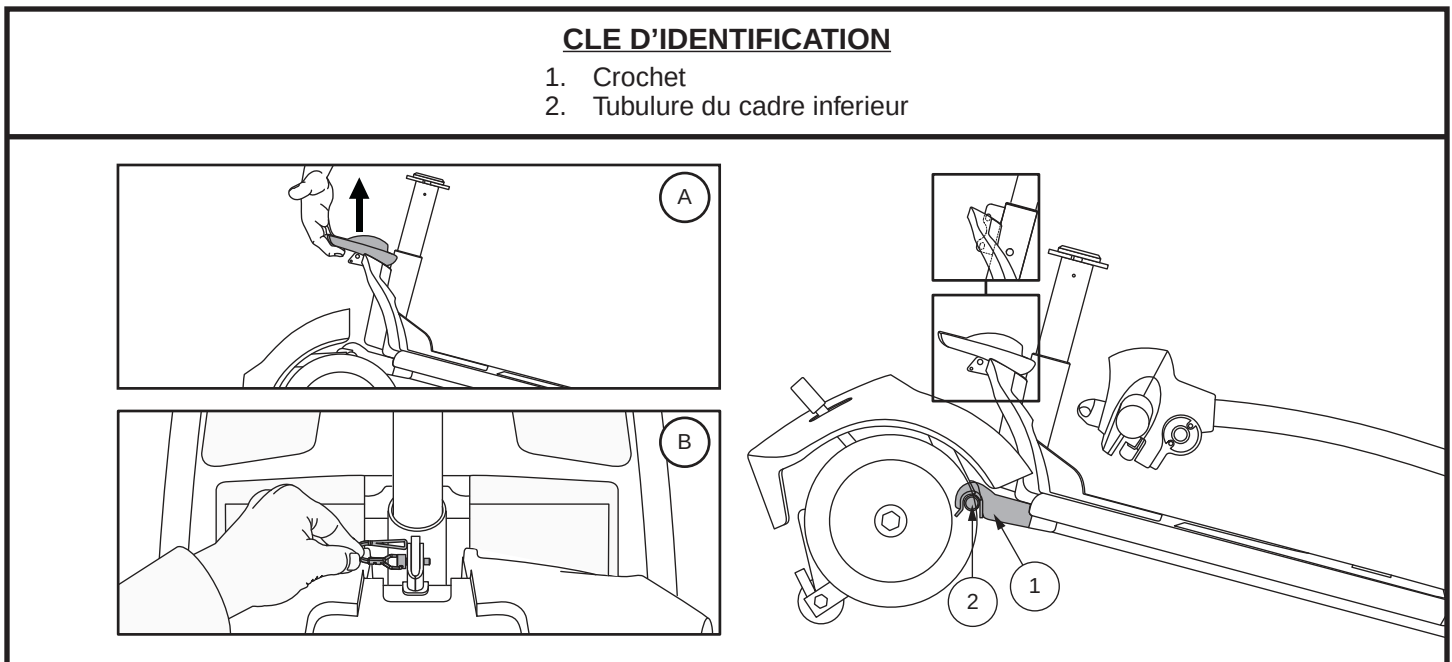

Figure 33. Levier de blocage du cadre (Style A) et Libérez la goupille de verrouillage de blocage du châssis (Style B)
4. Séparez doucement les sections du Travel Scooter. **Voir la figure 33.**
**NOTE:** Avant de débiter l'assemblage, basculez légèrement la section arrière du Travel Scooter vers ses rolettes antibasculer tel que montré dans la figure 33.
1. Soulevez la section avant par le levier de blocage (ou le mât du siège sur les modèles 36, 83, et 84) et alignez les crochets avec la tubulure de la section arrière. **Voir la figure 33.**
2. Une fois que les crochets du châssis sont sur le tube inférieur du châssis, abaissez la section inférieure avant et faites pivoter la section arrière simultanément. Ceci engagera le verrouillage du châssis automatiquement pour les modèles 39, 40LX, 40X, 44X, 40E, 44E, 44LX, 49, 50LX, 54LX, 53, 53HD, 54, 54HD, 66, 67, 73, 74, et Jazzy ZTS. Pour les modèles 36, 83, et 84, vous aurez besoin de réinstaller la goupille de verrouillage du châssis pour terminer l'assemblage du corps. **Voir la figure 33.**